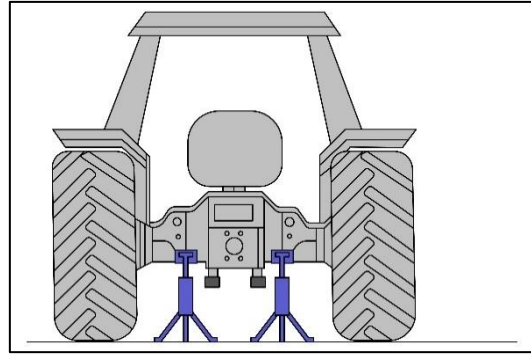

Abb. 226 – ENTLASTUNG DER REIFEN
- Platzieren Sie Stützen unter den Achsen, um die Reifen zu entlasten (Abb. 226).